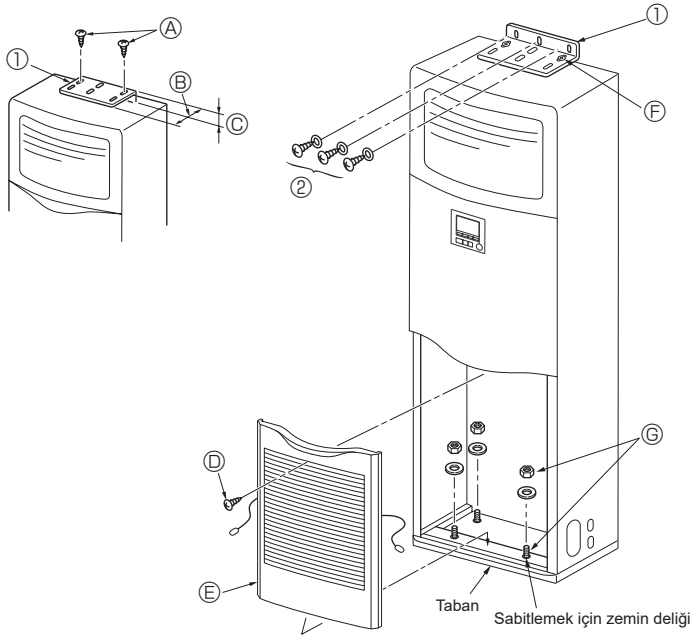

Fig. 3-2
①	Devrilmeyi engelleyen köşebent	1	Ünitenin üst yüzeyi.
②	Kılavuz vidalar (rondela ile)	3	Hava giriş ızgarasının içi.
③	Gaz borusu yalıtımı (büyük)	1
④	Sıvı borusu yalıtımı (küçük)	1
⑤	Bant	5
⑥	Drenaj soketi	1
⑦	Rakor (kablo deliği için)	2
⑧	Devre kesici uyarısı, etiket	1
3.2. Devrilmeyi engelleyen köşebent (Fig. 3-2)